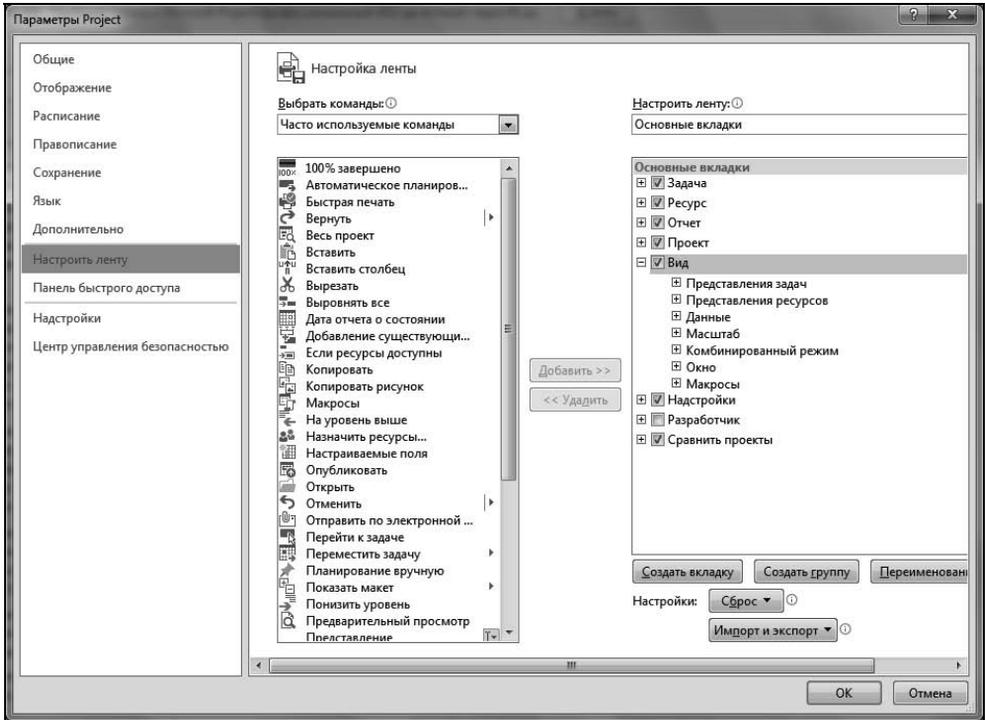

Рис. 3.4. Окно управления лентой меню
С помощью команды **Файл | Параметры | Настроить ленту** пользователь может создавать новые группы и включать в них доступные для него команды (рис. 3.4). Эта команда может позволить ознакомиться с организацией меню. Более того, на начальной стадии работы рекомендуется внимательно проанализировать структуру меню, так как она отличается от стандартной для более ранних версий Project меню.
- ◆ **Настройка ленты** (при этом открывается окно, показанное на рис. 3.4);